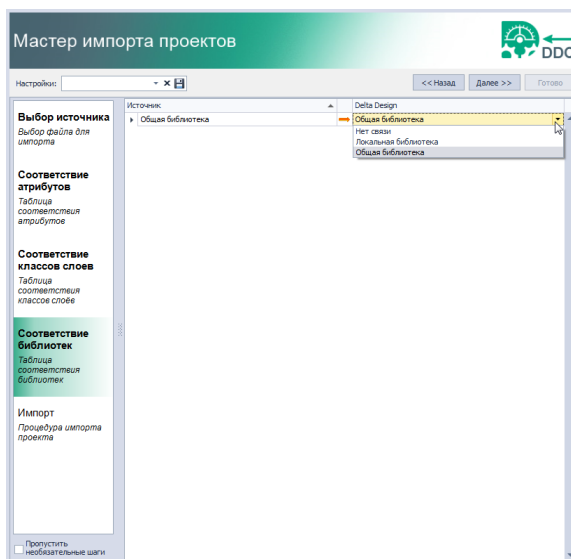

Рис. 61 Установка соответствия
10. Установите соответствие для библиотечных компонентов, Рис. 61.